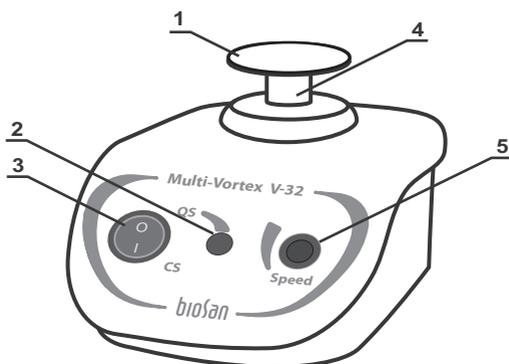

Рис. 1. Общий вид
- ослабить 2 фиксирующих винта на втулке (рис. 1/4);
- 4.2.2. Переключите выключатель **QS/CS** (рис. 1/3) в положение **CS**, при этом начнется движение платформы.
- 4.2.3. Ручкой регулятора **Speed** (рис. 1/5) установите желаемую скорость встряхивания.
- 4.2.4. В случае использования насадки для встряхивания одной пробирки, мягко удерживая пальцами одной руки верхнюю часть пробирки, прижмите пробирку к насадке (рис. 1/1).
- 4.3.1. Переключите выключатель **QS/CS** (рис. 1/3) в положение **QS**.
- 4.3.2. Мягко удерживая пальцами одной руки верхнюю часть пробирки, прижмите пробирку к насадке (рис. 1/1). Нажмите кнопку **QS** (рис. 1/2) для включения вортекса.
- 4.3.3. Ручкой регулятора **Speed** (рис. 1/5) установите желаемую скорость встряхивания.